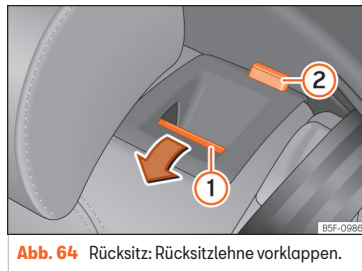

Abb. 64 Rücksitz: Rücksitzlehne vorklappen.
- Entriegelungstaste >>> (Abb. 64) ① nach vorn drücken und gleichzeitig die Rückenlehne umklappen. Die Rücksitzlehne ist entriegelt, wenn die rote Markierung des Tasters ② sichtbar ist.